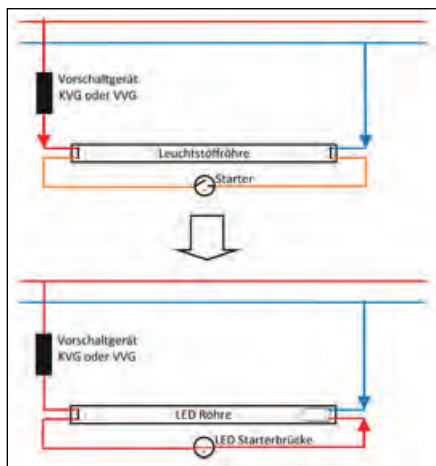

Bild 1
- herkömmliche Leuchtstoffröhre mit konventionellem Vorschaltgerät und einem Starter (Bild 1)